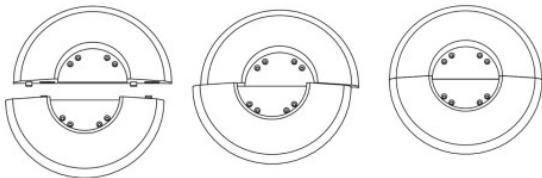

ABB. 1
1. Setzen Sie die beiden Teile der Basis zusammen (Abb. 1).